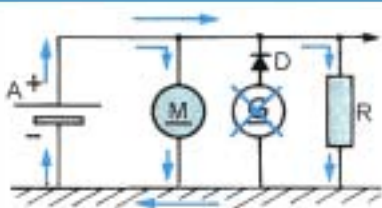

Figure 20.2A • Moteur arrêté.
Observons le système électrique schématisé sur les figures 20.2A et B.
- **Moteur arrêté** (figure 20.2A). L'alternateur (G) ne débite pas. Une énergie électrique est nécessaire pour :